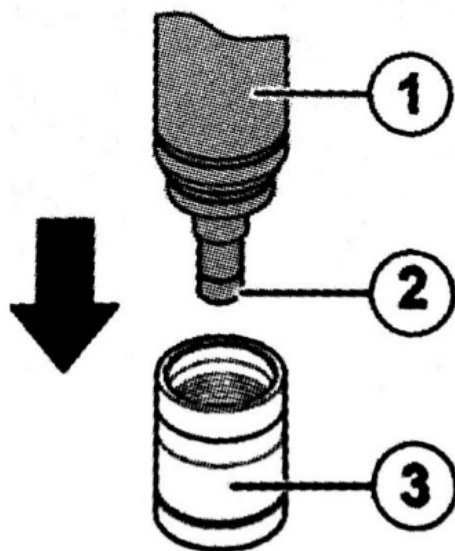

Рис. 7: Поместите корпус датчика в защитный колпачок
- При откручивании защитного колпачка убедитесь, что клапан не закрыт (см. рис. 7, стр. 15).